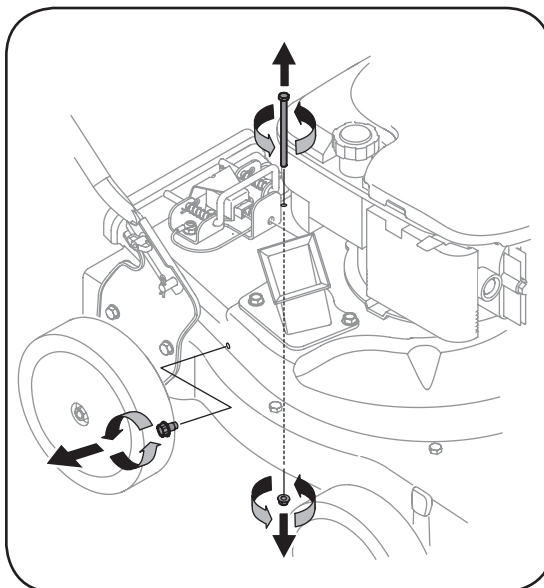

Figura 5-1
4. Saque el tornillo autosellante del lado derecho de la unidad que se une a la pantalla de desgranado. Vea la figura 5-1.
5. Saque el tornillo de cabeza hexagonal de la parte superior de la caja posterior cerca del soporte de montaje, y la tuerca de seguridad de la brida que une la pantalla de desgranado. Vea la figura 5-1.